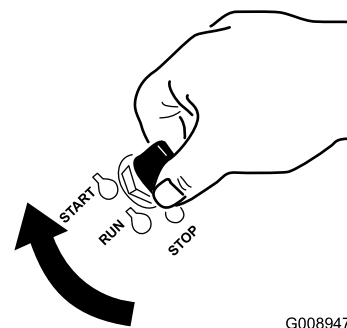

Figure 17
1. Tournez la clé de contact à la position de démarrage (Figure 17). Relâchez la clé quand le moteur démarre.